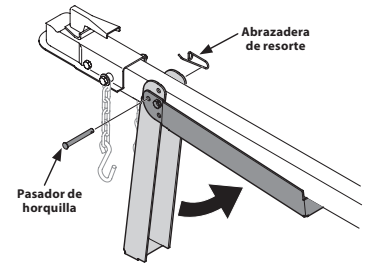

Figura 17
3. Sostenga la lengüeta y gire el gato hacia arriba contra la lengüeta. Vea la Figura 17.
4. Fije con la abrazadera de resorte y el pasador de horquilla que retiró previamente. Vea la Figura 17.